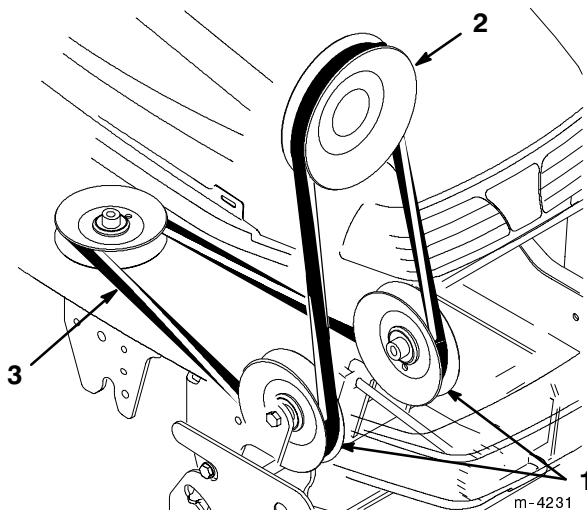

Figure 11
5. Mettre la courroie en place dans la gorge de la poulie de PdF (Fig. 11) après s'être assuré que la courroie est bien en place sous les poulies de renvoi de la boîte.